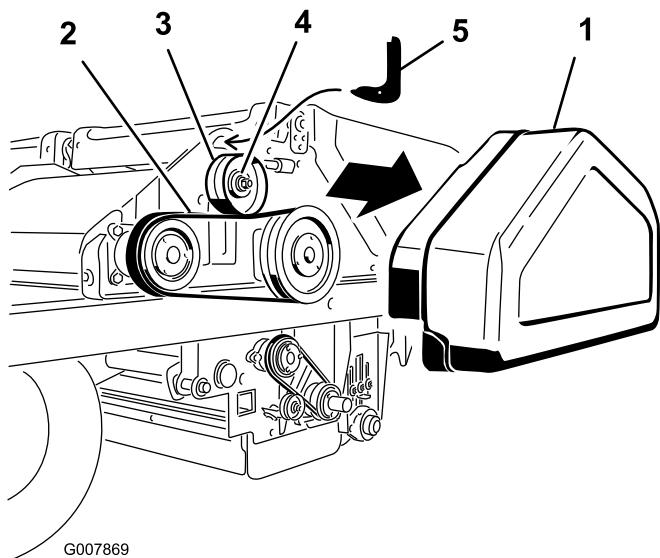

Figura 59
1. Retire a cobertura da correia (Figura 59).
2. Desaperte a porca na polia intermédia (Figura 59).
3. Insira a extremidade do gancho da ferramenta de ajuste da tensão da correia no furo acima da polia intermédia (Figura 59). Apoie a parte inferior curva da ferramenta na polia intermédia.
4. Insira uma chave dinamométrica de 13 mm (1/2 polegada) no furo da ferramenta de ajuste da tensão da correia (Figura 59).
5. Rode a ferramenta para si até alcançar o torque de 5,7 Nm e, em seguida, mantendo o aperto, aperte a porca da polia intermédia (Figura 59).